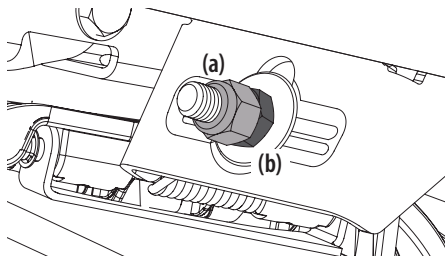

Figura 39
5. Para **eleva**r el frente de la plataforma, extraiga la tapa de extremo, afloje la contratuercas exterior (a) y apriete (rosca hacia adentro) la tuerca interior (b) contra la ménsula de suspensión delantera. Consulte la Figura 39. Una vez alcanzado el ajuste adecuado, vuelva a ajustar la contratuercas exterior (a) y vuelva a colocar la tapa de extremo.
6. Para **baja**r el frente de la plataforma, extraiga la tapa de extremo, afloje la contratuercas exterior (a) y afloje (rosca hacia afuera) la tuerca interior (b) alejándola de la ménsula de suspensión delantera. Consulte la Figura 39. Cuando se logre el ajuste correcto, vuelva a apretar la contratuercas externa (a) hasta 57 pies-libras (77 N-m) y vuelva a colocar la tapa de extremo.